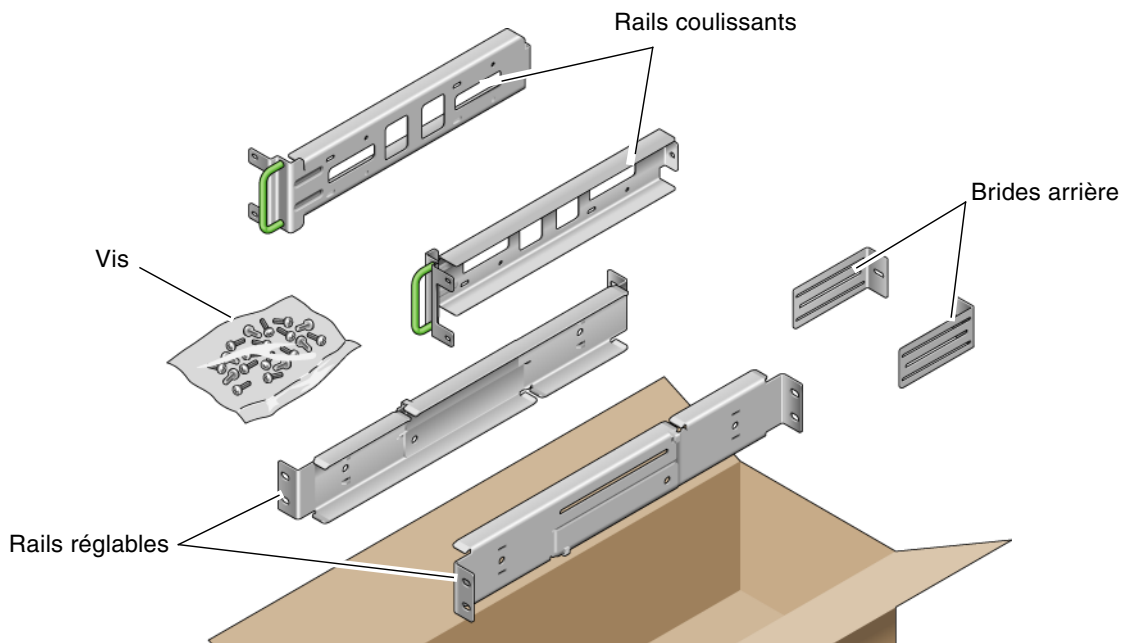

FIGURE 3-14 Contenu du kit de montage fixe pour rack de 600 mm à 4 montants
1. Retirez les rails réglables du kit de montage en rack (FIGURE 3-14).
7. Retirez les brides arrière du kit de montage en rack (FIGURE 3-14).
9. Retirez les rails latéraux du kit de montage en rack (FIGURE 3-14).